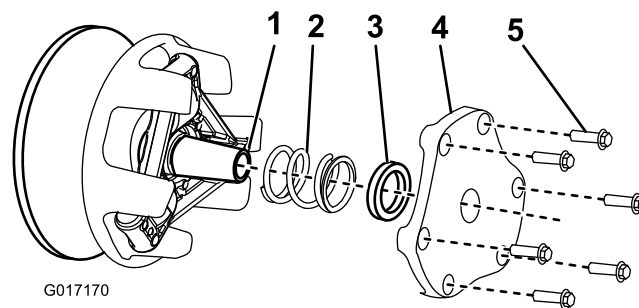

Figure 51
4. Mettez le couvercle, l'entretoise et le ressort de côté (Figure 51).